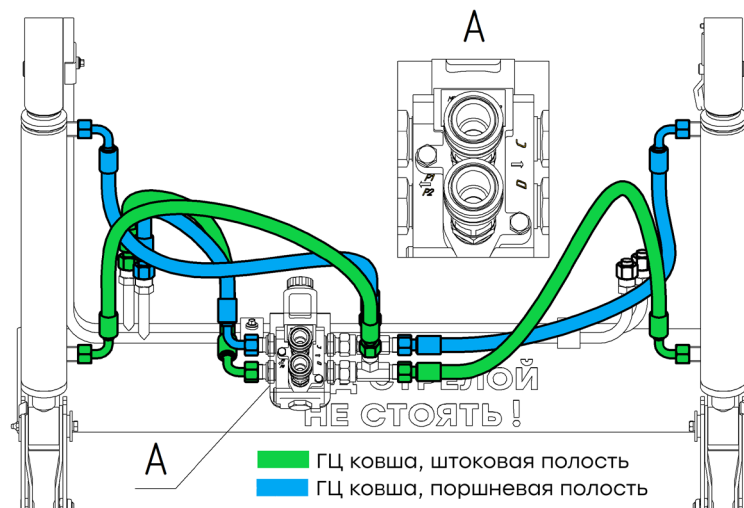

Рис. 3.14
3.2.10. Присоединить четыре РВД длиной 650 мм угловыми концами М20х1,5 к штуцерам гидроцилиндров разворота инструмента. Другие концы РВД, с гайкой М20х1,5, соединить с тройниками, установленными на диверторе. (рис. 3.14).